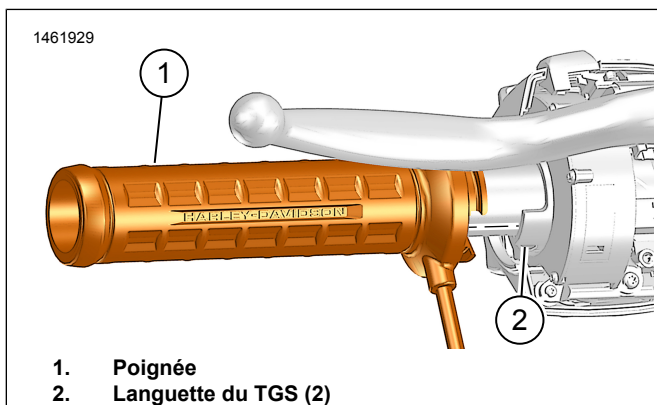

Figure 5. Engagement du TGS
1. Voir la figure 5. Installer la poignée.
- a. Aligner Capteur de poignée tournante (TGS) les languettes (2) avec les trous de la poignée (1).
- b. Mettre la poignée (1) en position.